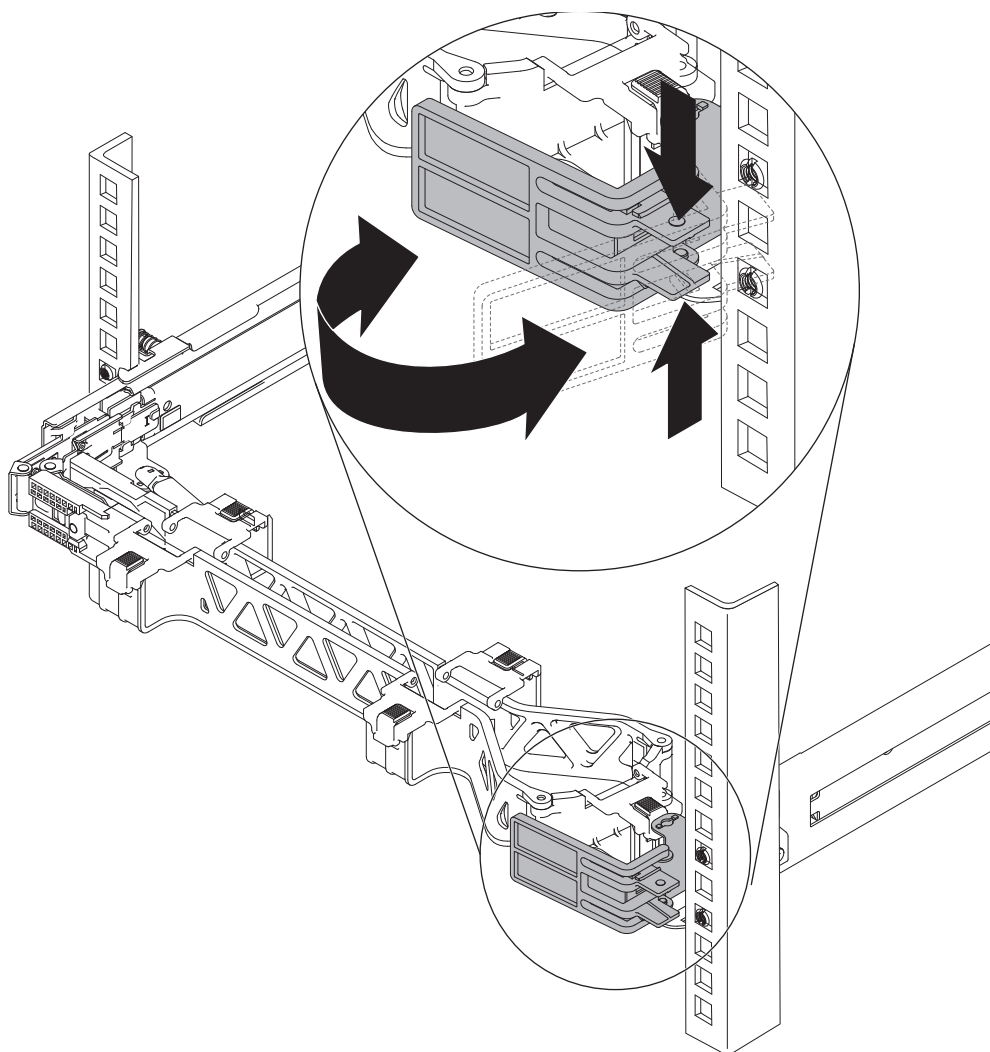

図 24. ケーブル・マネジメント・サポート停止金具を閉じる
5. 30 ページの図 24 に示すように、ケーブル・マネジメント・サポート停止金具を閉じます。